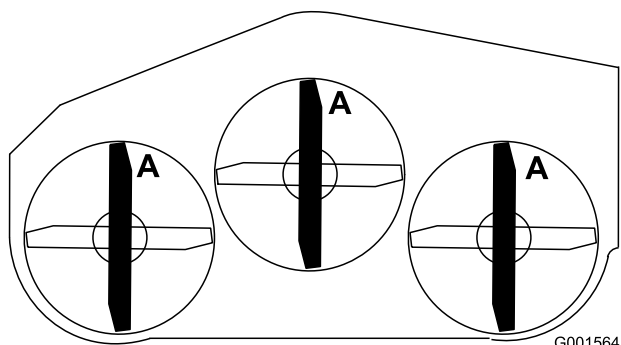

Figura 60
- Gire las cuchillas hasta que los extremos estén orientados hacia adelante y hacia atrás (Figura 60).